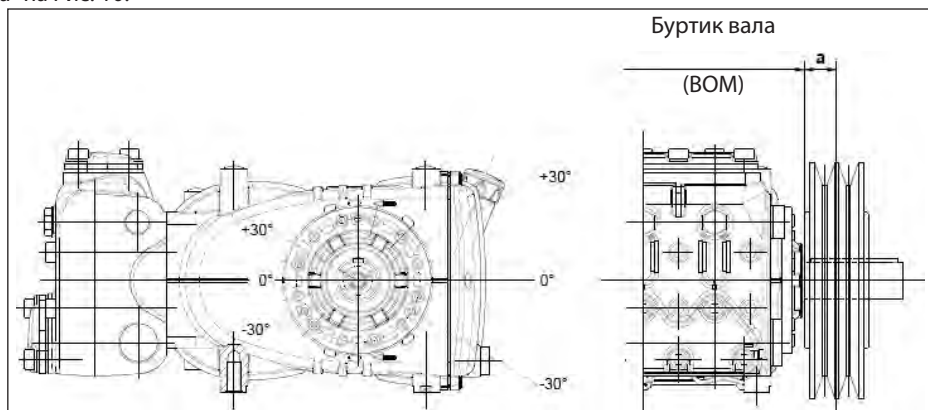

Рис. 10
Передача считается соответствующей, если данная нагрузка прилагается на максимальном расстоянии  $a=30$  мм от буртика вала (ВОМ), как указано на Рис. 10.
- б) Пользуйтесь ремнями с высоким КПД, например, **XPB** вместо **SPB**, поскольку в этом случае потребуется меньшее количество ремней при одинаковой передаваемой мощности, что в свою очередь сократит расстояние между результирующей силой и буртиком вала (ВОМ) "а" на Рис. 10.
- д) Натягивайте ремень в направлении, указанном на Рис. 10, в случае особых потребностей обратитесь в **технический отдел** или **службу технической поддержки**.